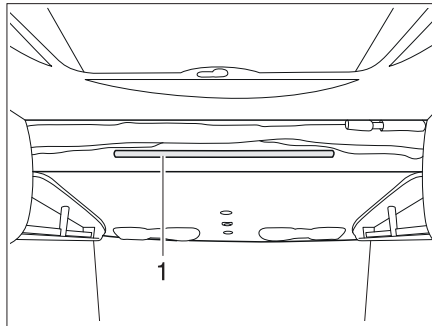

Bild 132 Hubbett elektrisch
- Die Aufstiegsleiter mit den beiden Bügeln in die Haltstange (Bild 132,1) am Hubbett einhängen.